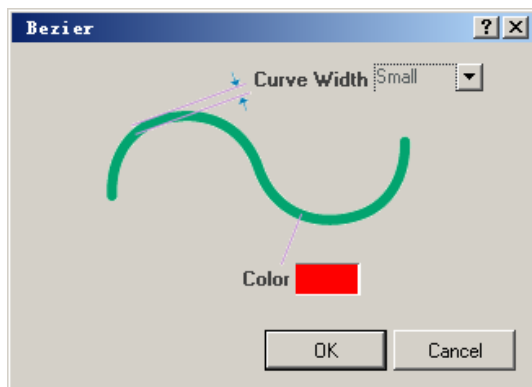

图 2.118 “Bezier”对话框
- (1) 在主菜单中选择“Place”->“Drawing Tools”->“Bezier”命令，或者单击“Utilities”工具栏中的绘图工具按钮，在弹出的绘图工具栏中选择贝塞尔曲线工具.
- (2) 单击键盘上的“Tab”键，打开如图 2.118 所示的“Bezier”对话框。